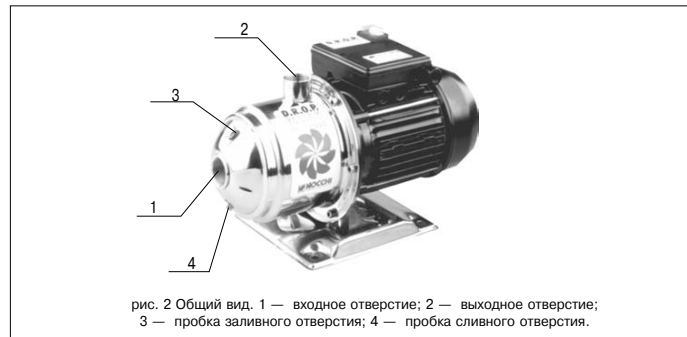

рис. 2 Общий вид. 1 — входное отверстие; 2 — выходное отверстие; 3 — пробка заливного отверстия; 4 — пробка сливного отверстия.
Электронасос (рис. 2) предназначен для перекачивания чистой воды из колодцев, скважин и открытых водоемов (при температуре окружающей среды не ниже +10 °С). Категорически запрещается перекачивание загрязненной воды, содержащей абразивные вещества, что приводит к интенсивному износу рабочих органов и снижению производительности и напора насосного агрегата.
2. Присоединить всасывающую трубу с обратным клапаном к входному отверстию 1 (см. рис. 2)
7. Подключить насос к сети согласно схемам, указанным на рис. 2 и заземлить.